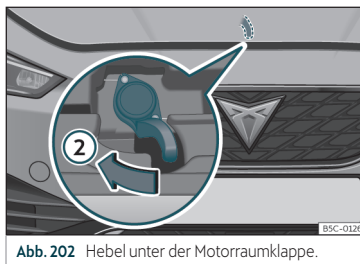

Abb. 202 Hebel unter der Motorraumklappe.
- Um die Motorraumklappe zu öffnen, drücken Sie den Hebel unterhalb der Motorraumklappe in der Mitte mit der Hand nach links»» **Abb. 202 ②.** Die Fanghaken werden entriegelt.